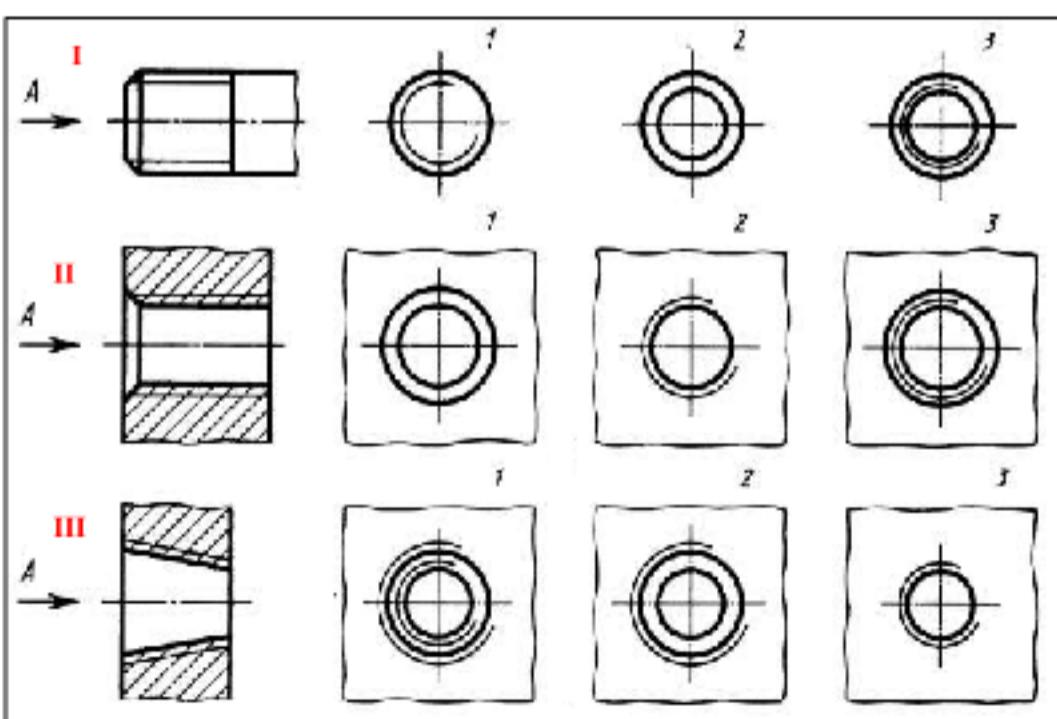

Рис.4
**Умова:** на рис.4 показано три деталі: